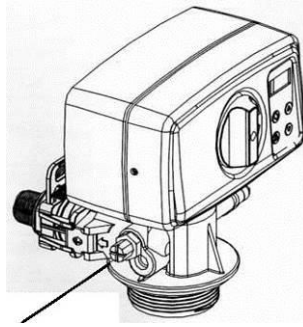

Abbildung 10: Mischventil (Verschneidventil)
7. An der linken Seite des Steuerventils befindet sich das Mischventil (Verschneidventil), mit dem der Härtegrad im Weichwasser erhöht werden kann (s. Abbildung 10). Die Wasserenthärtungsanlage enthärtet das Wasser auf 0° dH. Über das Verschneidventil wird hartes Wasser mit dem weichen Wasser vermischt. Durch das Öffnen des Verschneidventils im Uhrzeigersinn erhöhen Sie den Härtegrad im Ausgangswasser. Sie müssen es so weit öffnen bis Sie am Ausgang die gewünschte Härte nachweisen können. Das Verschneidventil öffnet im Uhrzeigersinn und schließt entgegen diesem. Der Öffnungsgrad des Ventils bestimmt den Härtegrad!